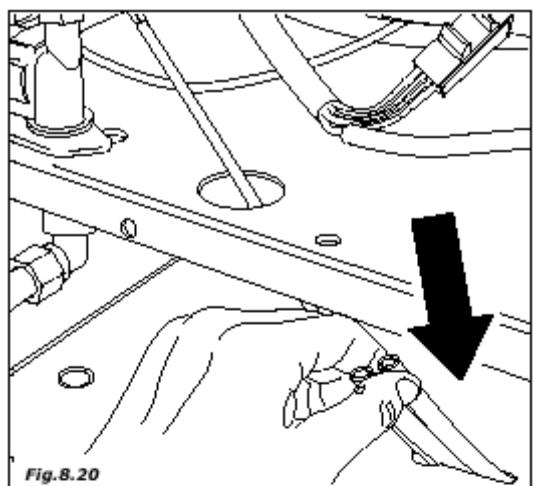

Fig. 8.20
- закрутите входную и напорную трубы в соответствующие отверстия (рис. 8.20)